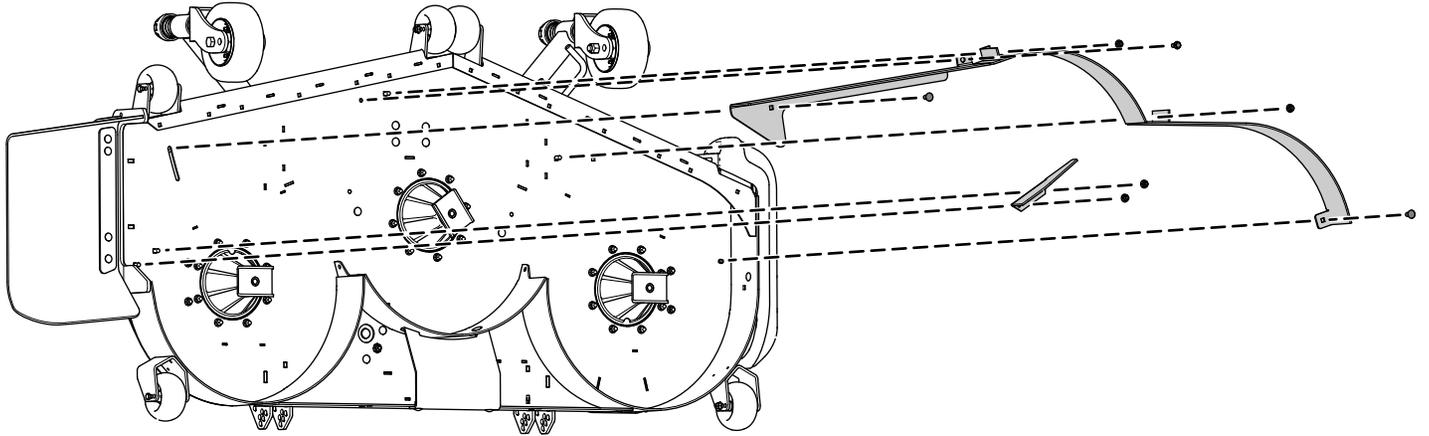

图 2
1. 拧下将隔板固定到位的 2 个凸缘螺母 图 2。
2. 从可调流量隔板卸下 2 个螺栓和 2 个螺母 图 2。
3. 拧下将隔板固定到位的 3 个螺栓和 3 个螺母 图 2。